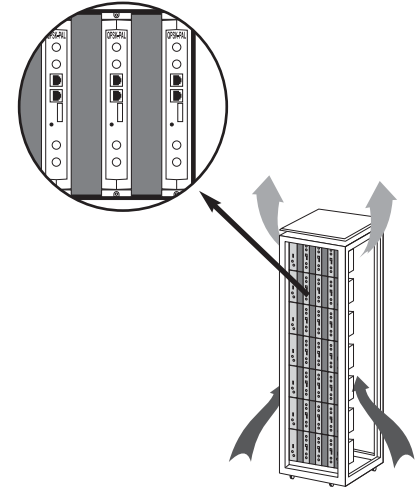

fig. 6
Per installare delle unità in Rack senza ventilazione, quando il rack si trova in locali con temperatura superiore ai 40°C, si raccomanda di lasciarlo completamente aperto, a prescindere dalle porte laterali per favorire al massimo l'aerazione delle unità e senza le chiusure opzionali ref.5073 , fig.6.